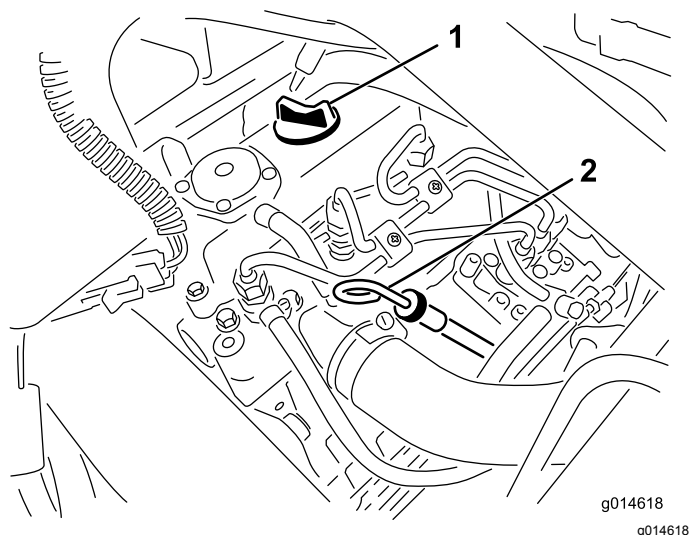

Figura 25
2. Retire a vareta e limpe-a com um pano limpo (Figura 25).